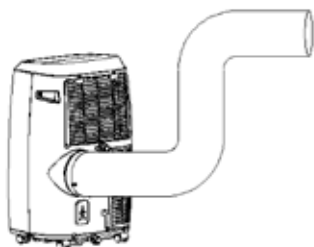

Fig. 6
- 3) Como se muestra en la Fig. 6, conecte bien el tubo de drenaje (solo para usar el modelo de calefacción).